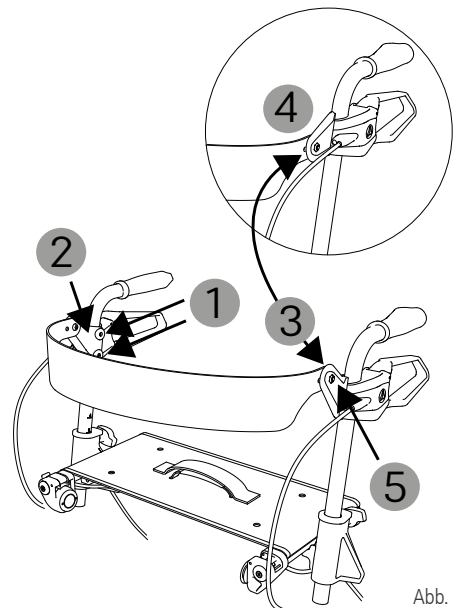

Abb. 12
Der Rückengurt (Abb.12, nächste Seite) ermöglicht Ihnen ein sicheres Platznehmen und hilft Ihnen dabei, die richtige Position auf der Sitzfläche des TAIiMA VENTUM zu finden.
2. Zuerst werden jeweils beide Schrauben der Bremsgriff-Aufnahme gelöst (1, Abb. 12).
3. Nun kann die Rückengurthalterung (2, Abb. 12) mit den passenden zwei Bohrungen aufgesetzt werden.
nach oben (3, Abb. 12) oder nach unten (4, Abb. 12) ausgerichtet werden. So kann zwischen zwei Rückenhöhenpositionen gewählt werden.
5. Nach gewünschter Ausrichtung des Rückengurts kann dieser mit den beiden Schrauben (1, Abb. 12) fixiert werden. Ziehen Sie die Schrauben gut an!
6. Die Tiefe des Rückengurts kann in zwei Einstellungen variiert werden. Lösen Sie dazu die Schrauben, die Rückengurt und Rückengurthalterungen miteinander verbinden (5, Abb. 12). Je nach gewählter Bohrung variiert die Tiefe.